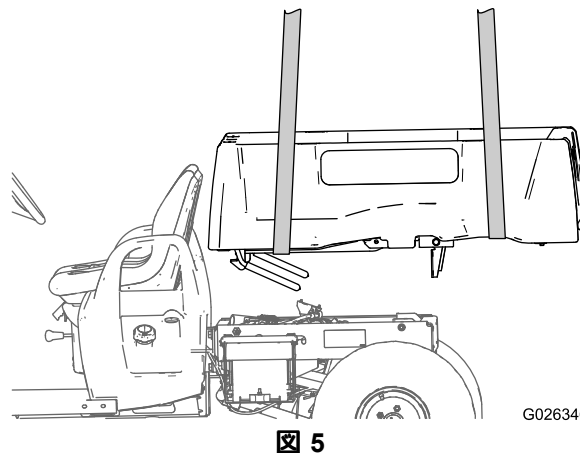

図 5
10. 荷台を車体から浮かせて取り外す 図 5。
12. 荷台を車体から浮かせて取り外す 図 5。